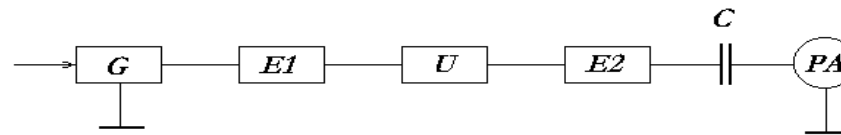

Рисунок 2. Схема электрическая функциональная для измерения выходного тока аппарата
8.3.2 Соберите схему для измерения выходного тока аппарата, согласно рис. 2 с одним из электродов, например, с большим грибовидным. Включите аппарат по методике, указанной в п.7. Ручку «МОЩНОСТЬ» поверните до упора вправо и замерьте максимальную величину тока на выходе аппарата. Убедитесь в том, что максимальная величина тока на выходе аппарата соответствует требованиям п.2.2.